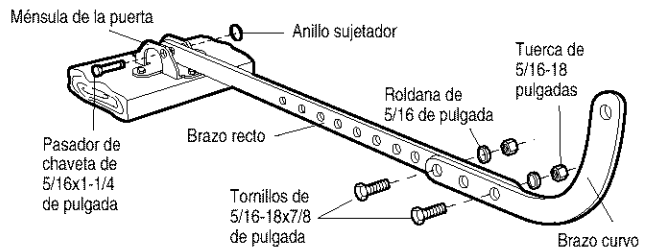

Figura 4
- Deslice la cabeza de un perno de coche de 14-20x1/2 pulgada dentro de la ranura de los sensores. Use tuercas de mariposa para sujetar los sensores a las ménsulas, con las lentes de cada sensor frente a frente a ambos lados de la puerta. Cerciórese de que la extensión de la ménsula no obstruya las lentes. Vea la Figura 4.
### 1. Arme el brazo de la puerta, Figura 4: